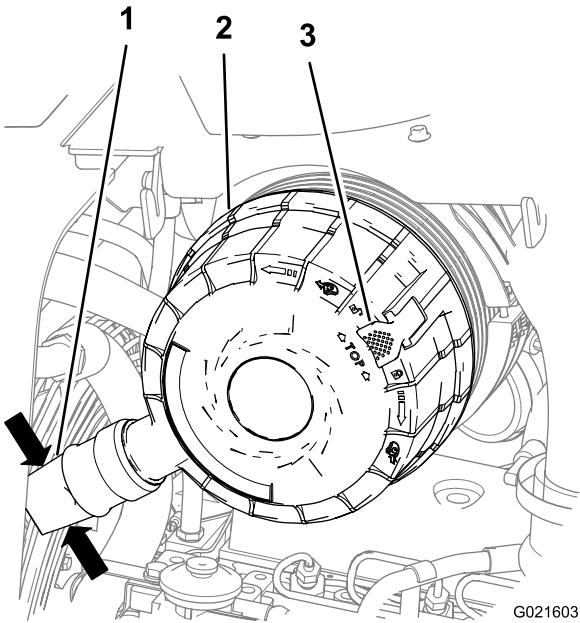

Figure 116
3. Serrez les côtés de la valve sur le couvercle du filtre à air pour évacuer l'eau, la poussière ou les saletés éventuellement accumulées sur la valve (Figure 116).